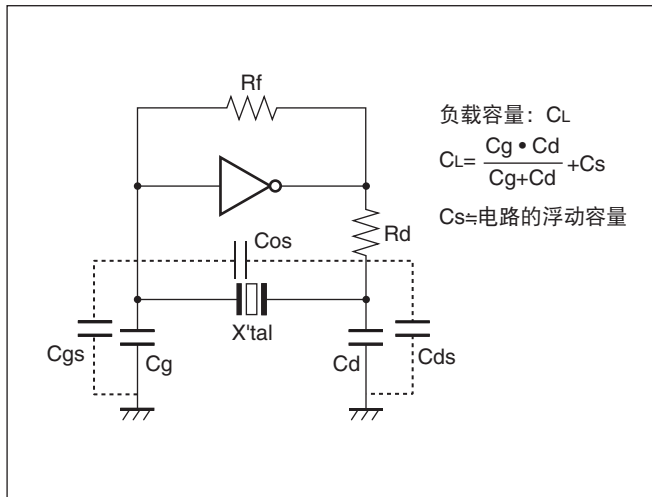

图12
- 负载容量 (\$C\_L\$) 是用来决定在振荡电路中晶振频率的参数,从加在振荡电路中晶振两端的电容可知负载容量(参阅图12)。因振荡电路的负载容量的不同,晶振的频率会相应地产生变动。为了获得目标的频率精度,必须使晶振与负载容量相匹配。在使用时,请根据相应晶振的负载容量,将振荡电路的负载容量设定为与其相符。